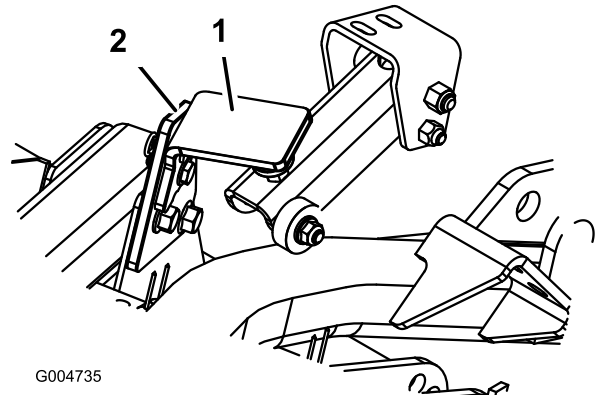

Bild 84
2. Nehmen Sie den Splint und den Lastösenbolzen ab, mit denen der Transportriegel des Mähwerks an der Riegelplatte befestigt ist (Bild 84). Drehen Sie den Riegel zum Heck des Mähwerks.